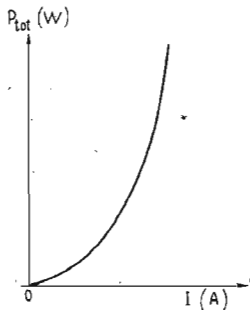

FIG. 3
a) l'allure des pertes en watts en fonction du courant selon des courbes comme celle de la figure 3 ;
A gauche on donne la courbe des pertes en fonction du courant demandé comme dans la figure 3.